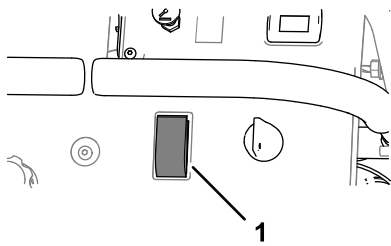

Figure 45
9. Réglez la commande de la pompe à la position MARCHÉ (Figure 45).